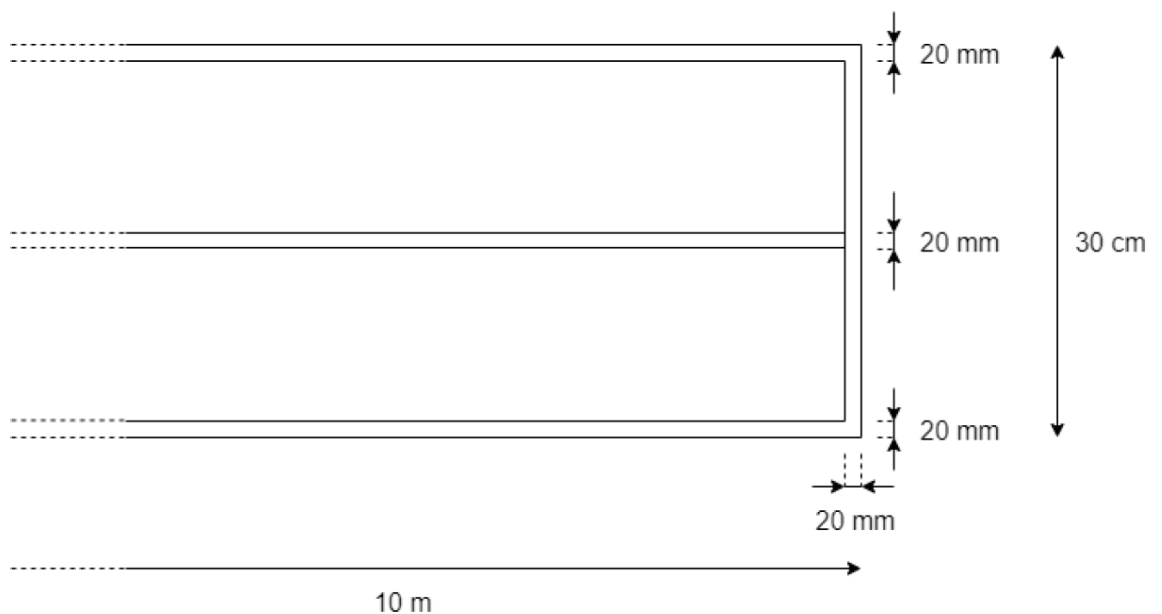

Figura 8: Detalhe das marcações de cada faixa de rodagem da pista de competição
2. A pista, que terá 11 m de comprimento, será constituída por duas faixas de rodagem paralelas (ver Figura 8), com cerca de 30 cm de largura, delimitadas por uma faixa preta (de cada lado), com cerca de 20 mm de largura.